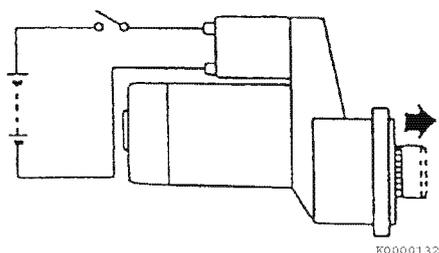

Figure 11-33
4. Mettez le commutateur en position ON et mesurez la distance de déplacement du pignon L dans le sens de la poussée (**Figure 11-33**). Effectuez ce test dans un délai de 10 secondes. Voir *Caractéristiques du démarrage à la page 11-5 pour la limite de service.*